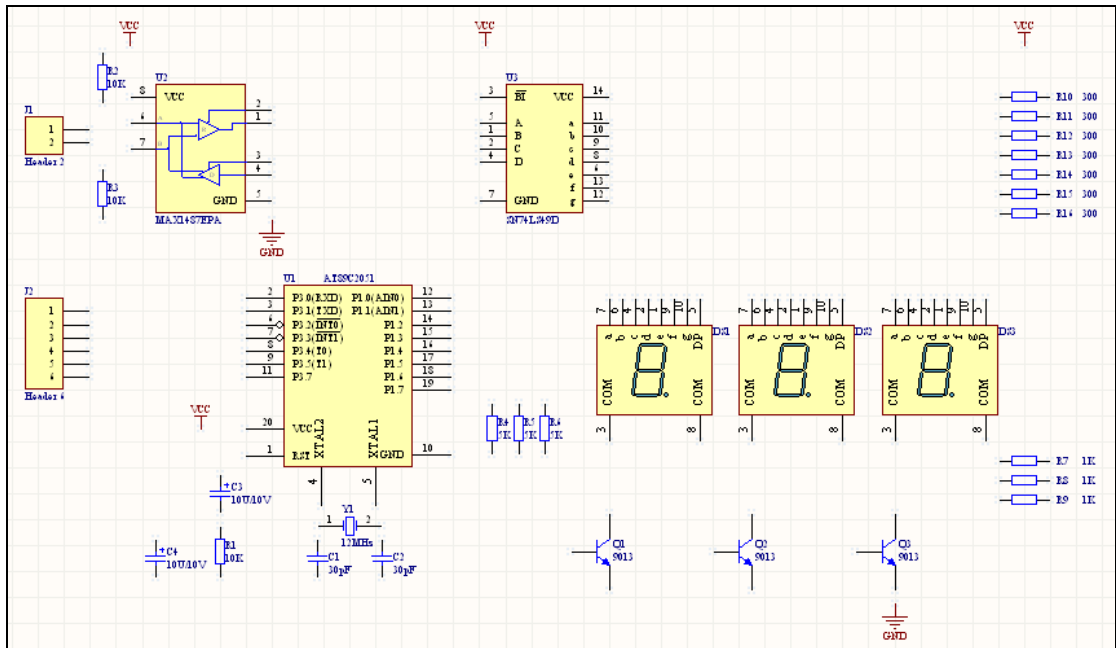

图 7-12 放好元件的数码管电路原理图
(2) 放置好元器件位置的数码管电路原理图如图 7-12 所示。